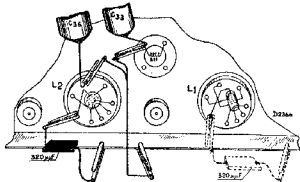

Fig. 4
2. Sluit C33 en C36 kort (fig. 4).
3. Verbind condensator van 320 μF tusschen anode L2 en chassis (fig. 4).